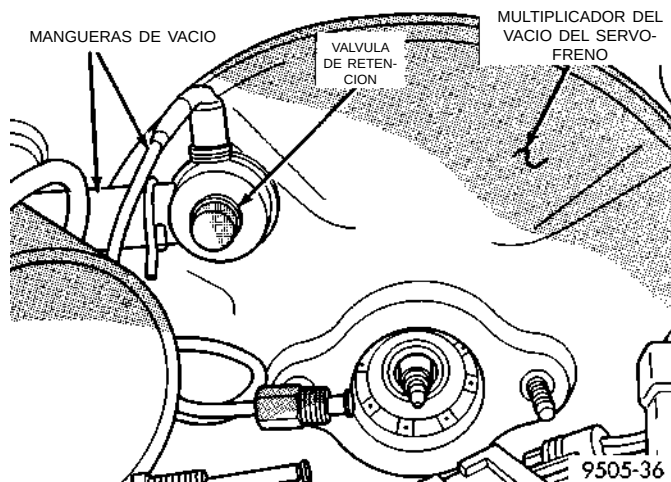
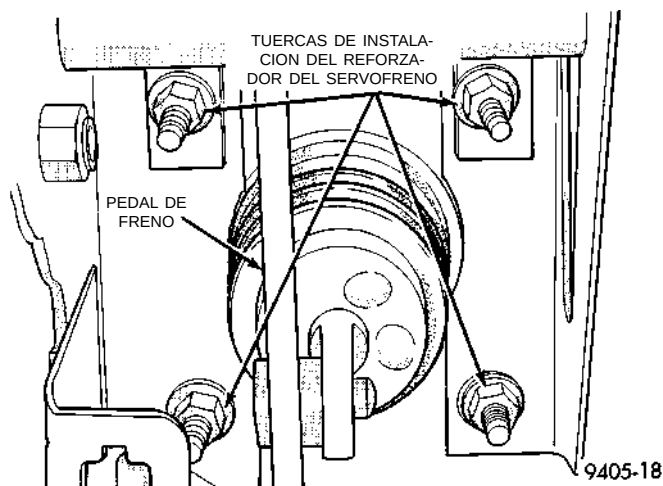

Fig. 117 Válvula de retención del reforzador del vacío del servofreno
Fig. 119 Instalación del reforzador del servofreno
(8) Desconecte las mangueras de vacío de la válvula de retención en el reforzador del vacío del servofreno (Fig. 117). **No retire la válvula de retención del reforzador del vacío del servofreno.**
(11) Retire las 4 tuercas que fijan el reforzador del vacío del servofreno al salpicadero (Fig. 119). Se puede acceder a las tuercas desde debajo del tablero de instrumentos, en la zona de la columna de dirección y el soporte del pedal de freno.
(1) Coloque el reforzador del servofreno sobre el salpicadero.
(2) Instale las 4 tuercas de instalación del reforzador del vacío del servofreno y apriételas con una torsión (Fig. 119) de 29 N·m (250 libras pulgada).
(3) Con una placa de lubricación, o un equivalente, revista la superficie del pasador del pedal de freno donde hace contacto con la varilla de entrada del reforzador del vacío del freno.
(4) Conecte la varilla de entrada del reforzador del vacío del servofreno al pasador del pedal de freno e instale un collarín de retención **NUEVO**. **Utilice únicamente un collarín de retención nuevo. NO UTILICE el collarín usado.**
(5) Conecte todas las mangueras de vacío retiradas anteriormente en la válvula de retención del reforzador del vacío del servofreno (Fig. 117).
(6) Si el vehículo tiene instalado el sistema ABS, instale la HCU. Para informarse sobre el procedimiento requerido, consulte Unidad hidráulica de control del sistema de frenos antibloqueo, en la sección Desmontaje e instalación del sistema de frenos antibloqueo, en este manual de servicio.